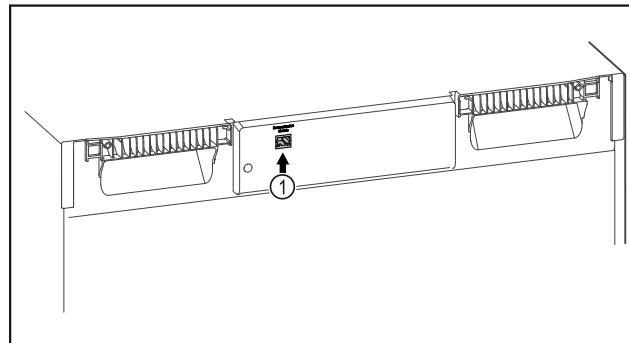

Fig. 154
- Se utiliza SmartModule Fig. 154 (1).